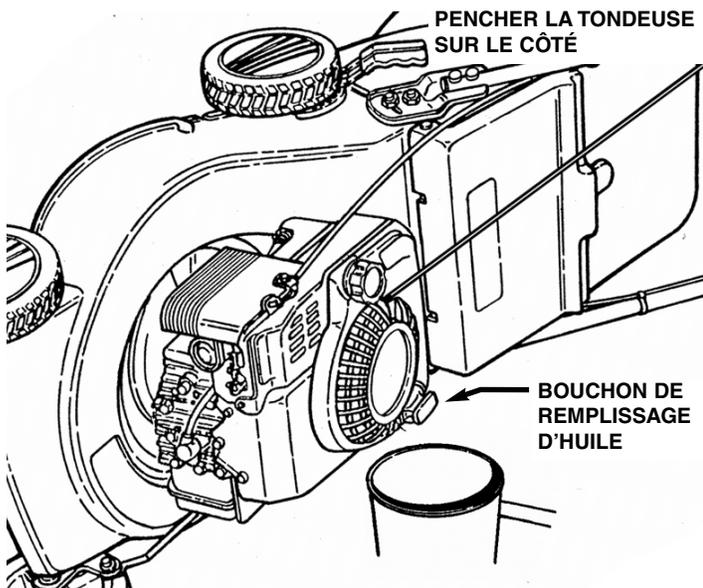

FIGURE 3.1
2. Basculer la tondeuse sur le côté, avec l'ouverture de remplissage d'huile vers le bas. Ne pas basculer la tondeuse avec la bougie ou le carburateur vers le bas. Voir figure 3.1.